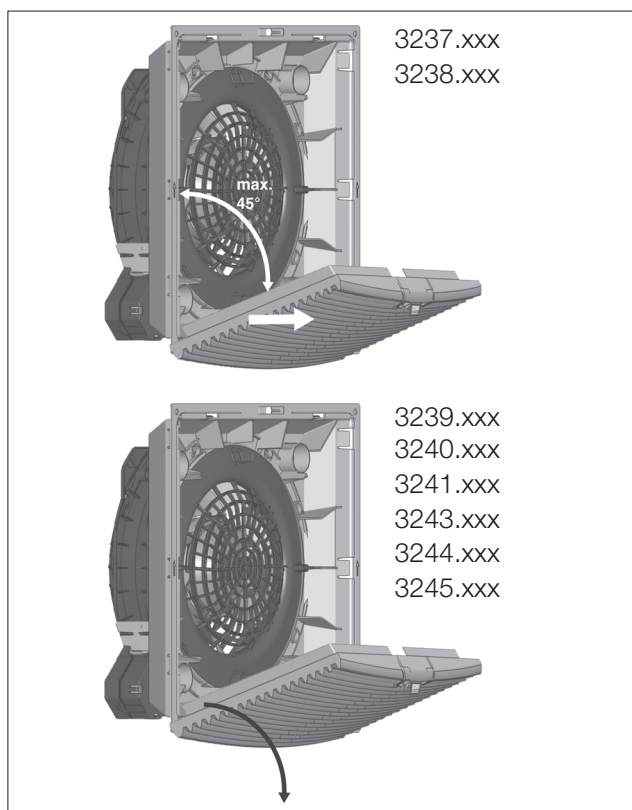

Bild 2: Ta bort lamellgaller
- För att man ska komma åt de nedre montagehålen måste lamellgallret avlägsnas som på bild 2.